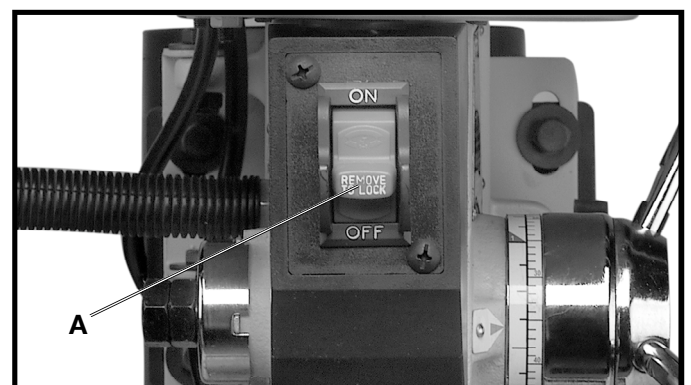

Fig. 18
L'interrupteur (A, fig.18) est situé à l'avant de la tête de la perceuse à colonne. Pour mettre en marche la perceuse à colonne, placer l'interrupteur à la position « MARCHE » (ON). Pour l'éteindre placer l'interrupteur à la position « ARRÊT » (OFF).